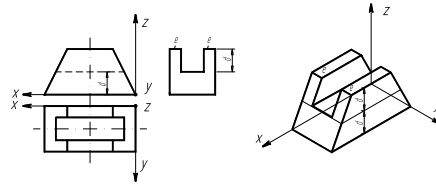

Рис. 9. Чертёж и изометрия предмета с продольным пазом.
4. Выполним продольный вырез (паз) на высоту  $d$  (Рис. 9).